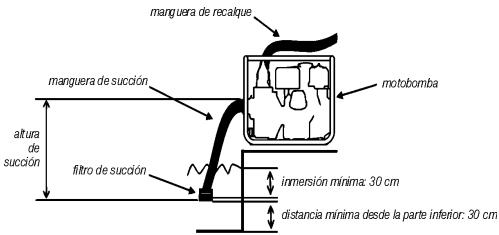

Fig. 2 – Succión, recalque y elevación total
la misma debe estar lo más cercana posible del nivel del agua que se desea retirar. Cuanto menor la altura de succión (fig. 2), mayor será el flujo de la moto bomba.
- c. El filtro de succión debe ser inmerso por lo menos 30 cm para evitar la succión de aire y mantenido como mínimo a 30 cm del fondo, evitando la succión de piedras y otros residuos (fig. 2).